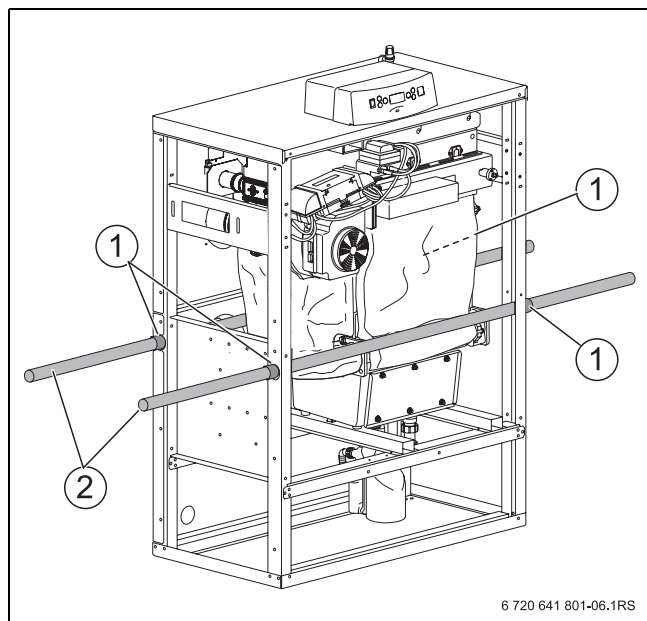

Fig. 7 Transporter la chaudière à l'aide de tubes
- ▶ Fixer les tubes aux positions [1] indiquées en fig. 7 pour qu'ils ne glissent pas, par ex. avec une bande adhésive.